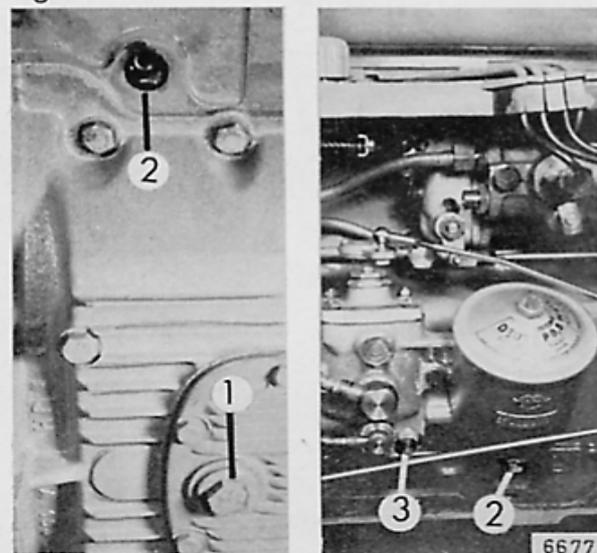

Fig. 25
**La vidange d'huile ne s'effectuera que lorsque le moteur est chaud**, du fait que l'huile s'écoule alors plus facilement. Pour ce faire dévissez le bouchon de vidange (1) – Figure 25 – situé sur le fond du carter d'huile et évacuez l'huile altérée.